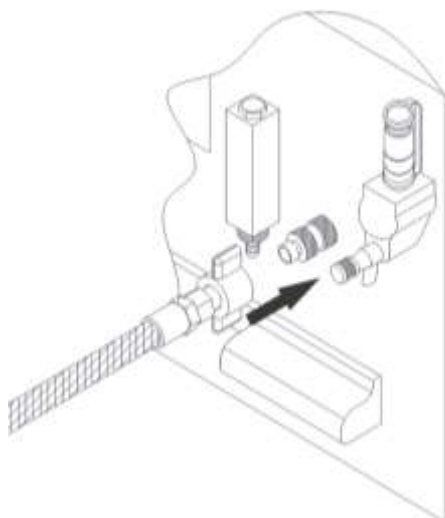

Figura 141 – Ligação para operação da válvula de servo controle de oxigênio
- Através de uma mangueira de pressão de nylon trançada 250 PSI atóxica, conectar a saída do fluxômetro da rede ou cilindro de oxigênio hospitalar ao niple da válvula de entrada de oxigênio da incubadora, conforme figura 141.